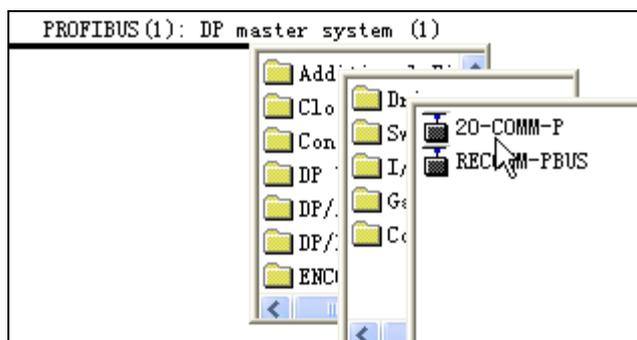

图 3-12 添加 20-COMM-P
(1) 添加 20-COMM-P 到 PROFIBUS DP 网络中。右键单击 PROFIBUS 网络线，选择 “Insert Object”，再依次选择 “Additional Field Devices->Drives->20-COMM-P ”，如图 3-12 所示。